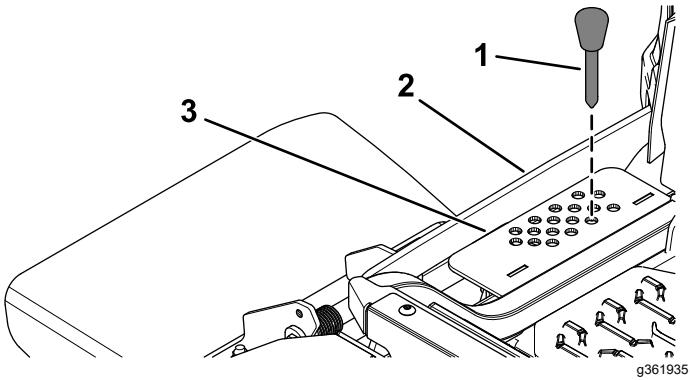

**Figura 31**
1. Presione hacia arriba el interruptor de elevación de la carcasa (Figura 31).